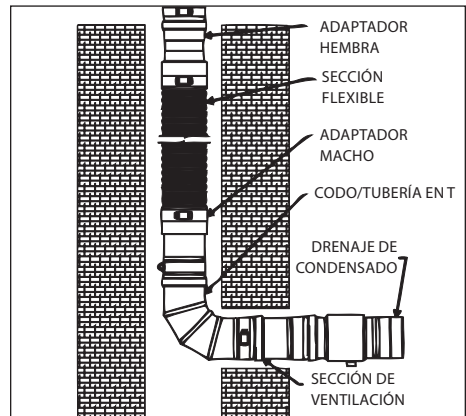

Figura 11
4. FasNSeal Flex debe permanecer dentro de la chimenea de mampostería; no obstante, el codo u otros componentes FasNSeal se ampliarán más allá de la chimenea de mampostería. (**Figura 11**)